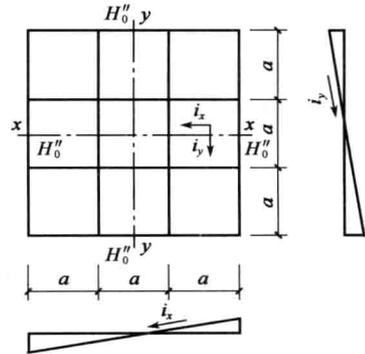

图 1-4 双向泄水坡度的场地
(2) 双向泄水时的设计标高计算。将已调整的设计标高  $H''_0$  作为场地纵横方向的中心线,如图 1-4 所示。场地内任意一点的设计标高为: